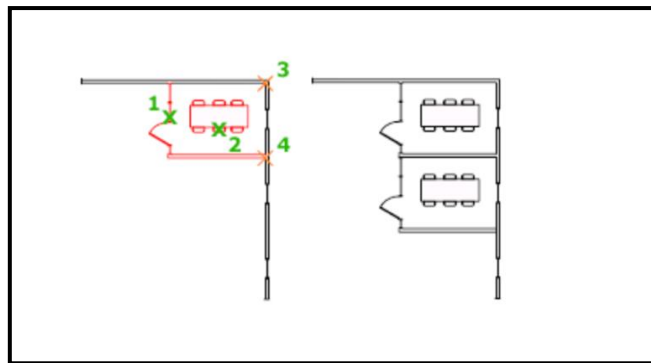

Рис. 11
2. Здійснити копіювання даного об'єкта (рис. 11).